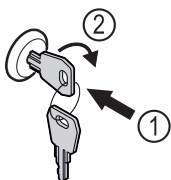

Fig. 175 Représentation à titre d'exemple
- Insérer la clé Fig. 175 (1).
- Tourner la clé à 90° dans le sens horaire Fig. 175 (2).